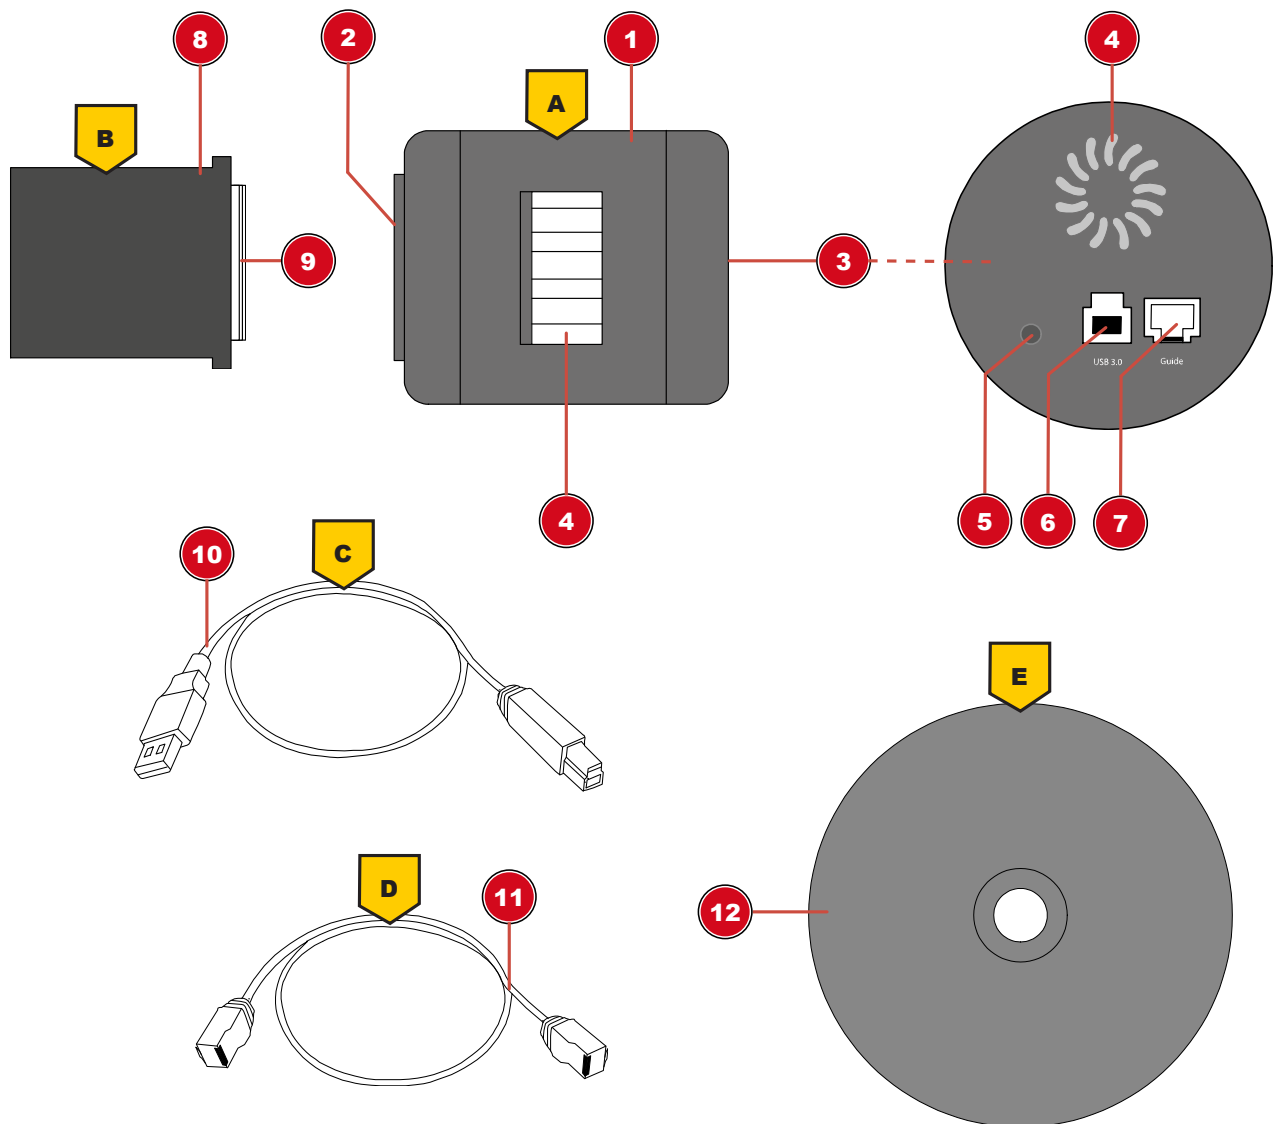

Abb. 1: Alle Teile der Astro-Kamera
1. Wählen Sie die gewünschte Belichtungszeit (z.B. 6 Minuten) aus. (Bild 1)